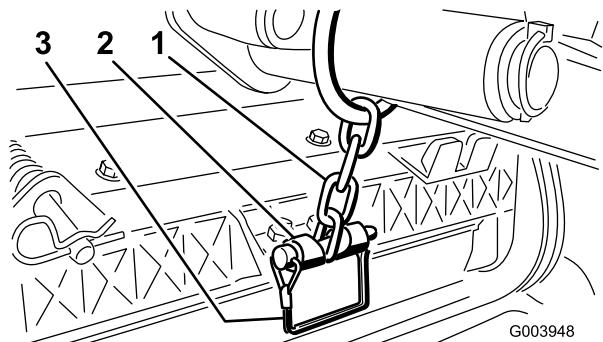

Figure 9
- 11. Fixez la chaîne du bras de relevage au support de la chaîne avec la goupille à fermoir (Figure 9).